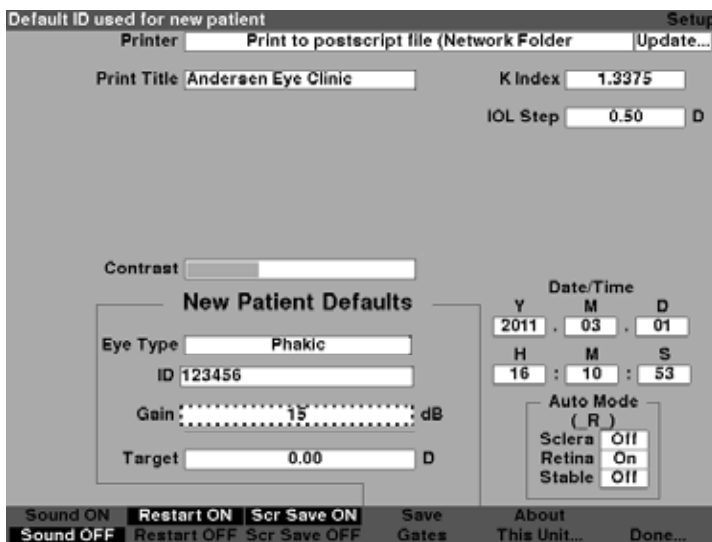

Figura 5-50 Campo de ganancia predeterminada seleccionado
2. Presione el control giratorio o el botón \checkmark para activar el campo, indicado con un borde punteado, como se muestra en la Figura 5-50.